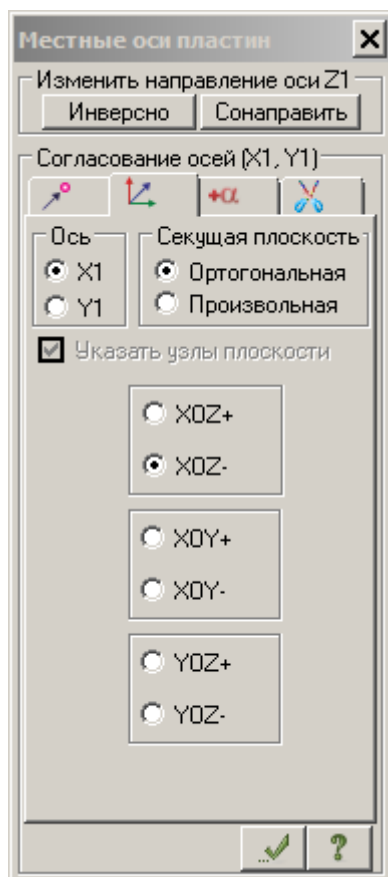

Рис.23.35. Диалоговое окно **Местные оси пластин**
- Вызовите диалоговое окно **Местные оси пластин** (рис.23.35) щелчком по кнопке  - **Местные оси пластин** (панель **Редактирование пластин** на вкладке **Пластины**).